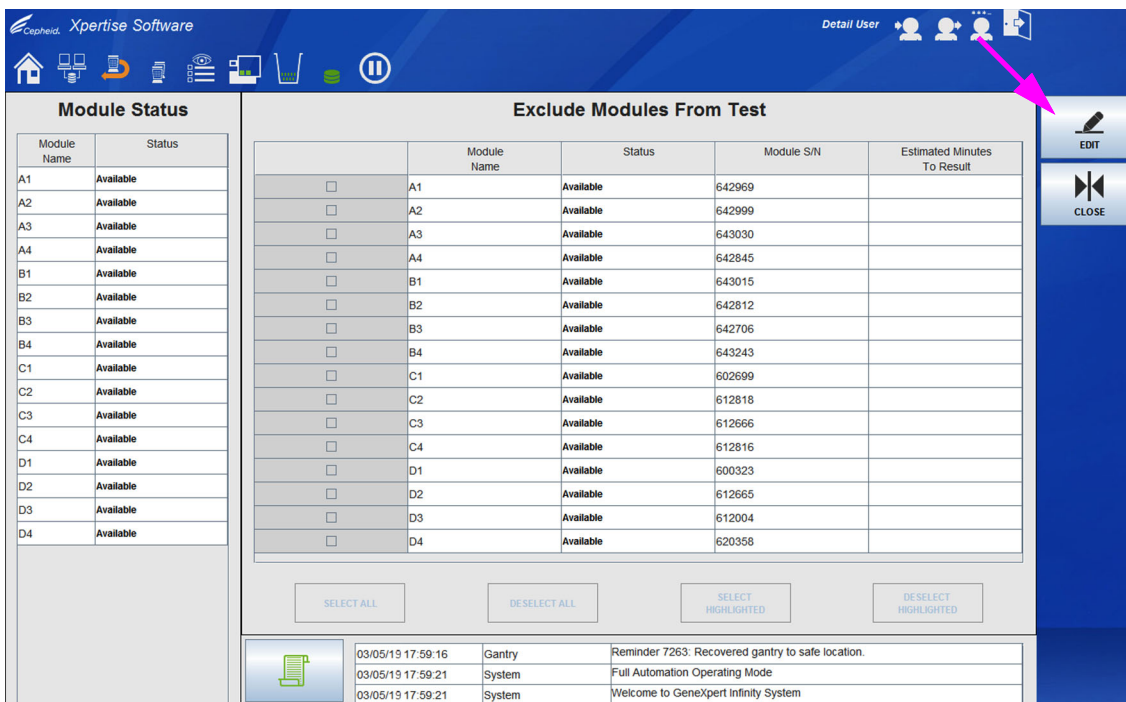
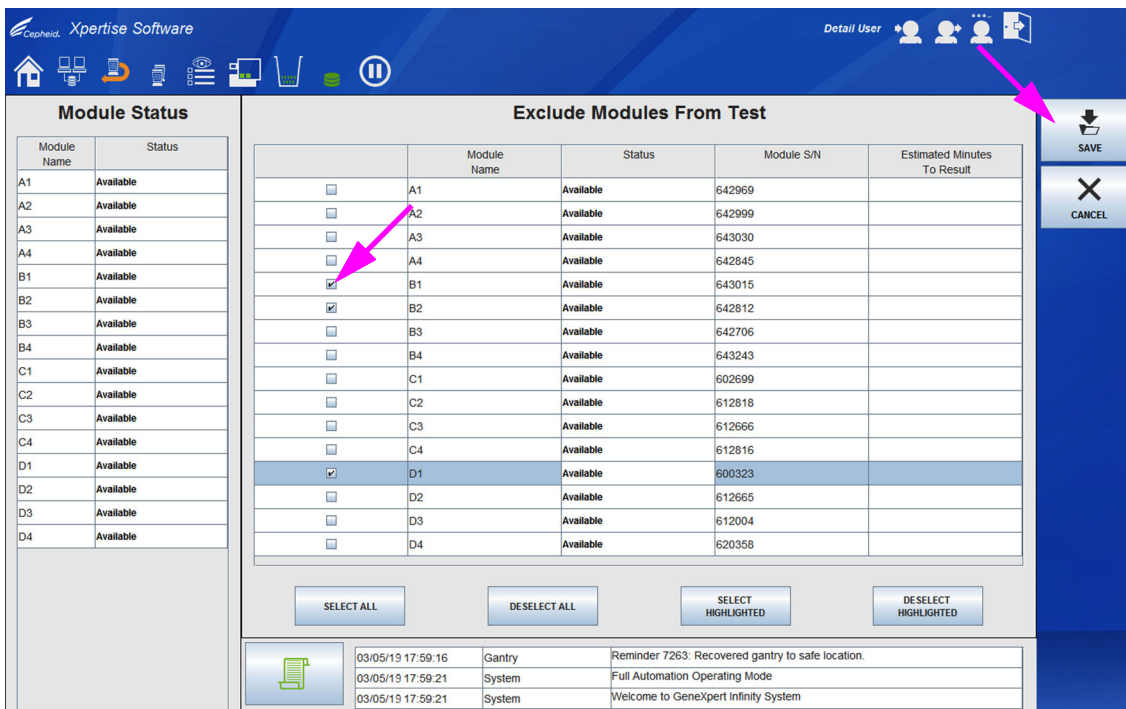

图 9-67. 从测试中排除模块 (Exclude Modules From Test) 工作区
图 9-68. 从测试中排除模块 (Exclude Modules From Test) 工作区
3. 在 GX 维护菜单中，选择**从测试中排除模块 (EXCLUDE MODULES FROM TEST)** 按钮（请参见图 9-58），以显示从测试中排除模块 (Exclude Modules From Test) 工作区。请参见图 9-67。
- 在从测试中排除模块 (Exclude Modules From Test) 工作区中, 选择**编辑 (EDIT)**按钮 (请参见图 9-67)。此时, 从测试中排除模块 (Exclude Modules From Test) 工作区被激活, 且可以如图 9-68中所示进行编辑。
6. 在从测试中排除模块 (Exclude Modules From Test) 工作区中选择或取消选择了模块后，选择**保存 (SAVE)** 按钮以保存更改（请参见图 9-68），或者选择**取消 (CANCEL)** 按钮以取消更改。